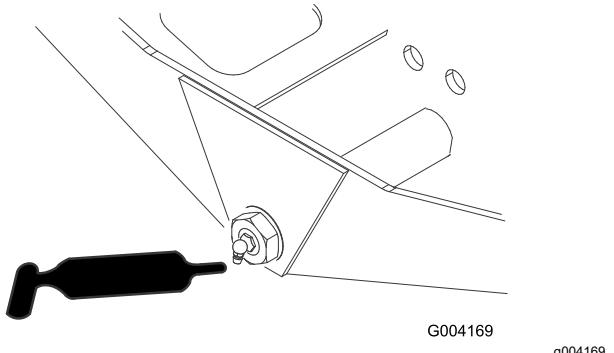

Рисунок 33
- Ось поворота моста (1 шт.) — Рисунок 33